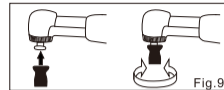

Fig.9
- 2) For at fjerne poleringskoppen skal du udføre de omvendte trin (fig.9).